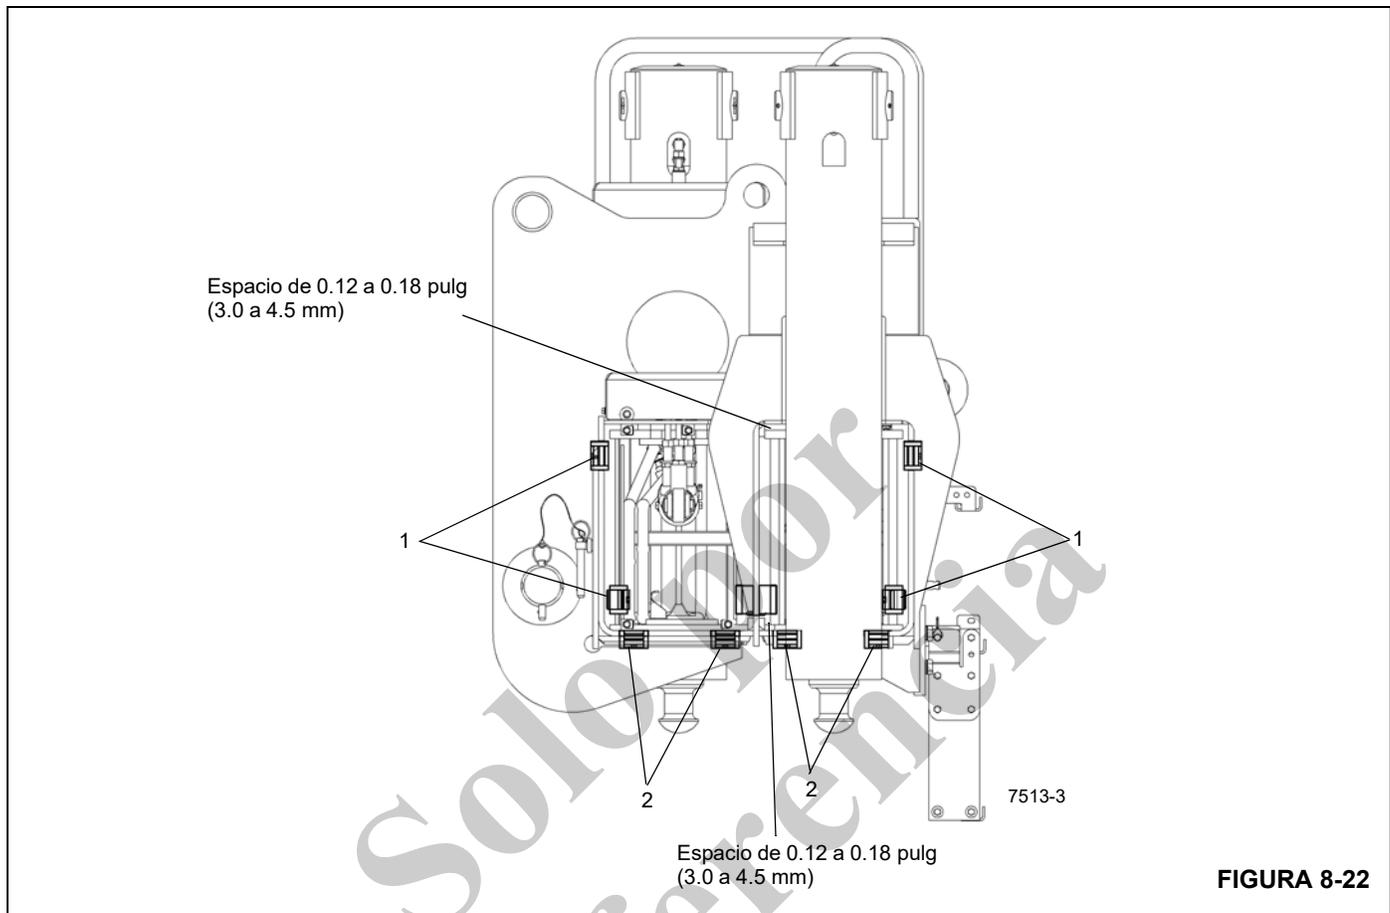

FIGURA 8-22
**NOTA:** Para ajustar las almohadillas de desgaste, consulte la Figura 8-22.